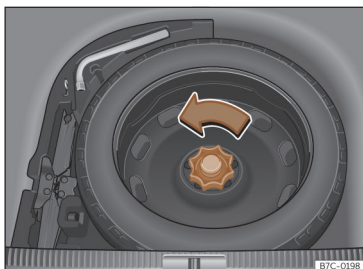

Fig. 209 Na bagageira: piso de carga levantado.
- Mova a roda no sentido contrário ao dos ponteiros do relógio >>> **Fig. 209.**